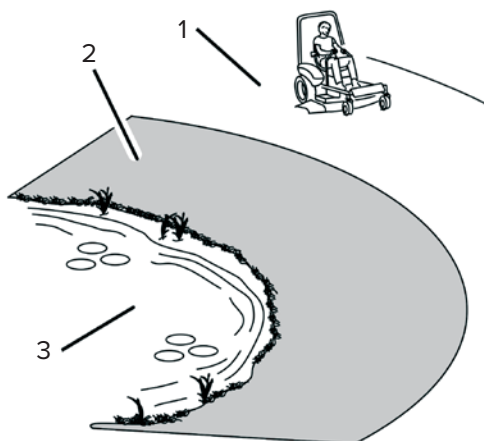

Рис. 2
- Используйте ручную газонокосилку и/или ручной триммер возле обрывов, канав, крутых берегов или воды (рис. 2).